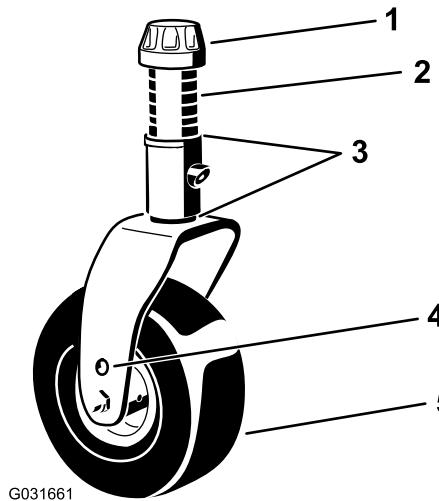
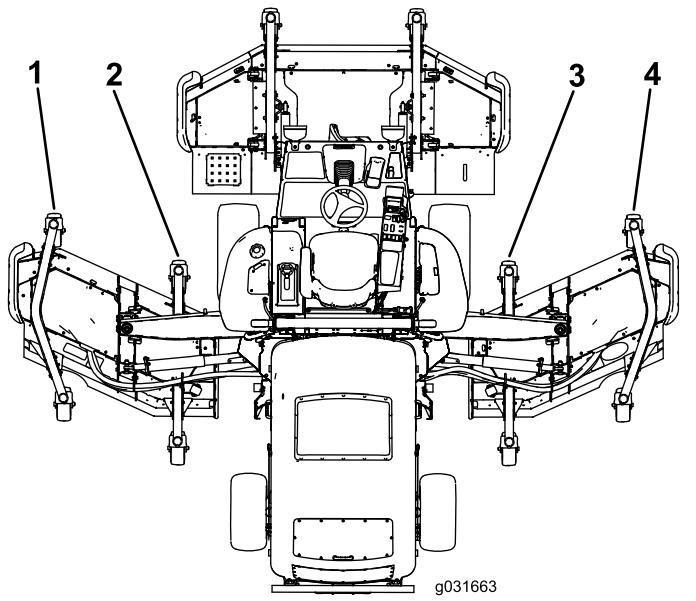

Figure 26
Figure 27
- Si le bord intérieur du plateau de coupe latéral est trop élevé par rapport au bord extérieur du plateau de coupe avant, retirez une cale au bas du bras pivotant intérieur avant du plateau latéral (Figure 26 et Figure 27).
6. Si le bord intérieur est encore trop élevé, retirez une cale supplémentaire au bas du bras pivotant intérieur avant et une cale du bras pivotant extérieur avant du plateau de coupe latéral (Figure 26 et Figure 27).
7. Si le bord intérieur du plateau de coupe latéral est trop bas par rapport au bord extérieur du plateau de coupe avant, ajoutez 1 cale au bas du bras pivotant intérieur avant du plateau latéral (Figure 26 et Figure 27).